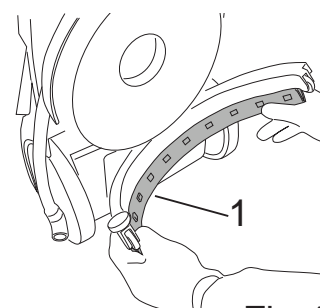

Fig.43
- Træk i bladene for at fjerne enheden (Fig.43-Ref.1).